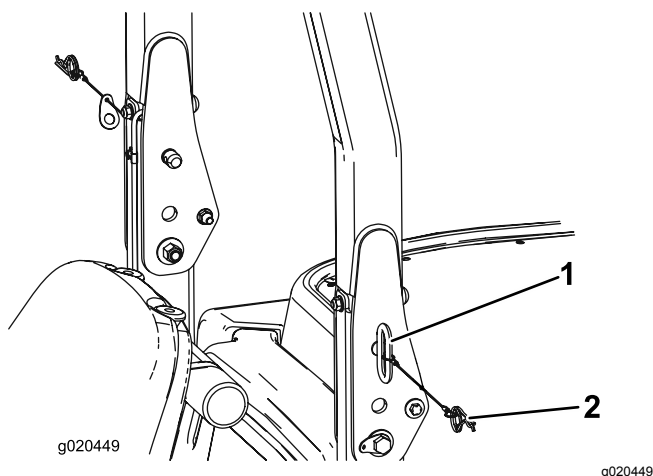

Figura 29
1. Para baixar a barra de segurança, remova os contrapinos e os 2 pinos (Figura 29).